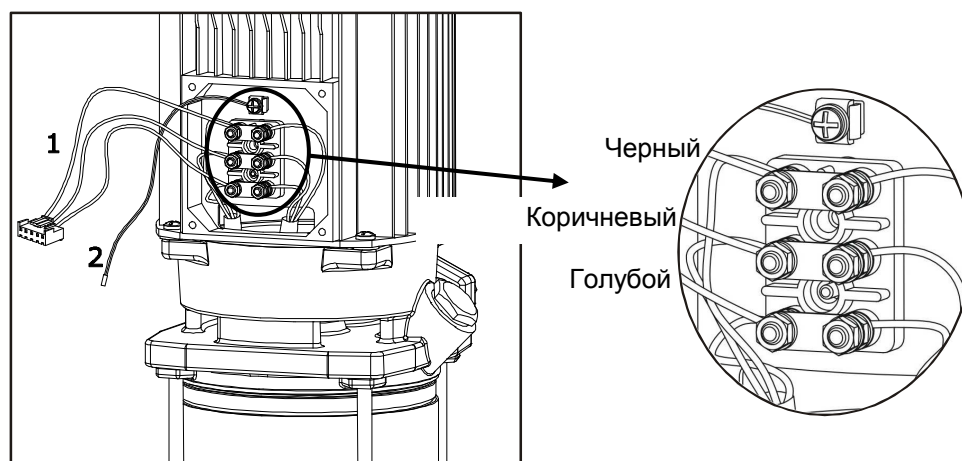

Рисунок 1
3.2.1) Преобразователь частоты Speedrive с однофазным входом (рис. 1):